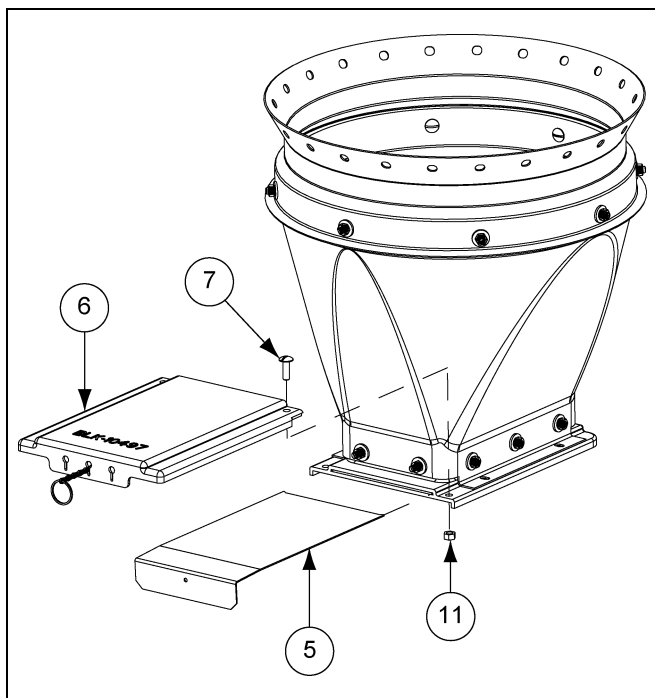
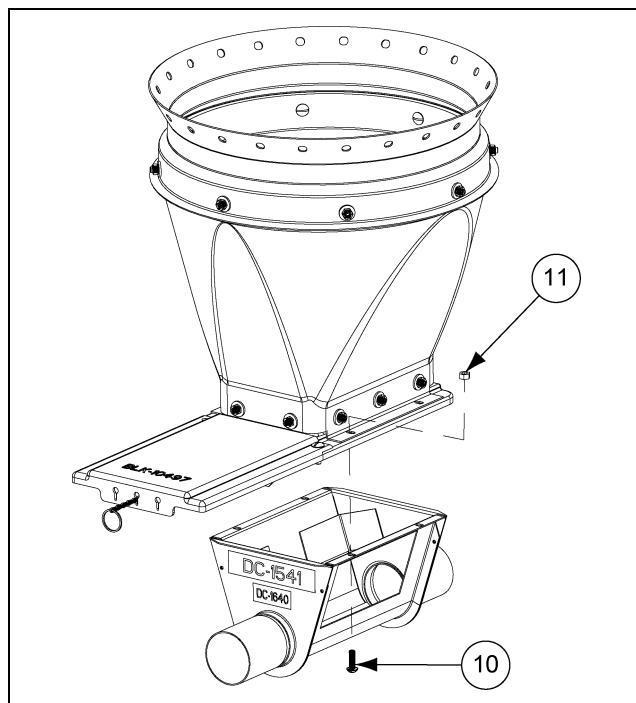

Рисунок 5D
Рисунок 5E
Вставьте затвор в переходник. Перед закреплением скользящего щитка на переходнике задвижку необходимо установить в рабочее положение. Для крепления щитка используйте два (2) болта 5/16"-18 x 1" с полукруглой головкой. *См. рис. 5D.*
Закрепите болтами разгрузочное устройство на переходнике/уголках в сборе, как показано на *рис. 5D*. Запомните ориентацию этих болтов. *См. рис. 5E.*